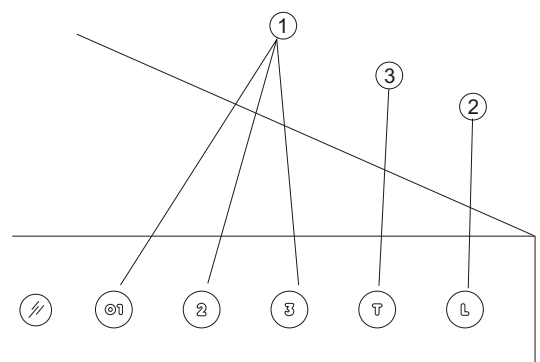
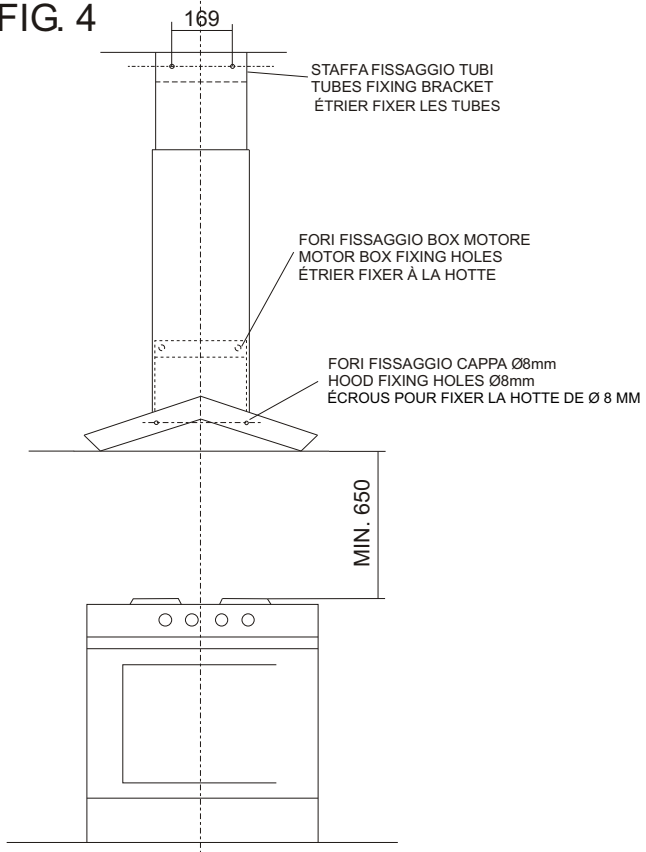

FIG. 4
FIG. 5
- 1) Stabilire la distanza tra il piano di cottura e la cappa (Fig. 4).
- 2) Solo in caso che si usa la riduzione a 125 mm (4"59/64) fissare la flangia (Fig. 5/H) sull'uscita del motore.
- 3) Preparare i fori sul muro per il fissaggio dell'assieme motore-cappa (Fig. 5/L), alla giusta distanza dal piano di cottura come in allegato, dopodiché appendere la cappa al muro (Fig. 4).
tasselli (Fig. 5/O). Per alcuni modelli provvisti di staffa rinforzo (Fig. 2/1) è sufficiente solamente bloccare la stessa con viti + tasselli, forniti in dotazione, negli appositi fori (Fig. 2/2).
- 5) Collegare alla flangia un tubo uscita aria Ø 150(5"29/32) o Ø 125 mm (4"59/64) (Fig. 5/F) non fornito a corredo. **ATTENZIONE:** Per ridurre il rischio di fuoco usate solo tubazioni metalliche. Assicurarsi che tutte le parti siano ben fissate e che le parti in movimento siano ben protette.
- 1) Fissare la staffa al muro (Fig. 5/C) in base all'altezza desiderata dei tubi, tramite le due viti con tassello (Fig. 5/A).
- 2) Fissare il tubo corto (Fig. 5/D) alla staffa tramite le due viti (Fig. 5/B).
- 3) Applicare dal davanti il tubo lungo (Fig. 5/E) allargando leggermente le due facce laterali.
- 4) Fissare agendo dall'interno il tubo lungo alla cappa tramite le due viti (Fig. 5/Q), dopo aver inserito i dadi in gabbia.